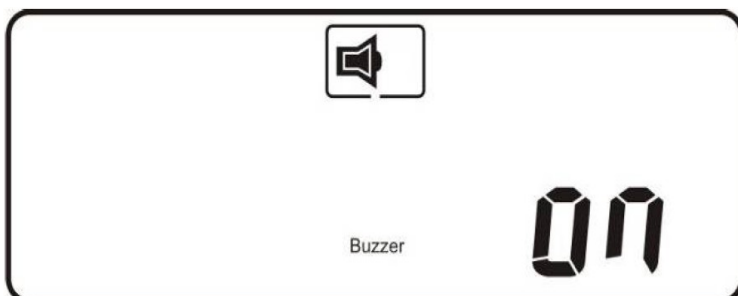
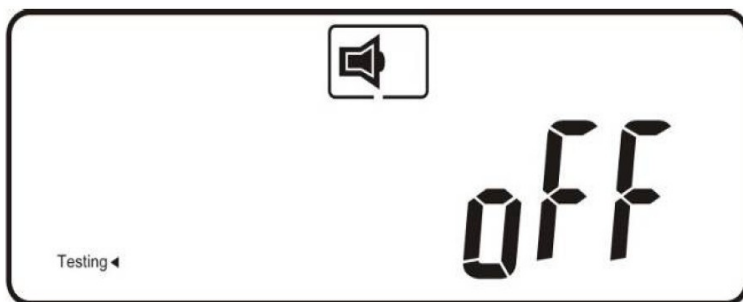

Рис. Q1
Рис. R1
После полного включения ИБП и нажатия кнопки  (Специальная функция) на экране отображается рис. Q1.
- Состояние звуковой сигнализации — рис. Q1
- Внутреннее тестирование — рис. R1
- Включение/выключение звуковой сигнализации (рис. Q1 – Q2). При этом отключается звуковая сигнализация батарейного режима; аварийная сигнализация остаётся активной.
- Включение/выключение внутреннего тестирования (рис. R1 – R2). ИБП проводит тестирование батарей в течение десяти секунд. Если внутреннее тестирование завершено успешно, на экране отображается рис. E1; в противном случае отображается рис. E2 и сообщение об ошибке.
- Войти в режим настройки параметров. Одновременно нажать и удерживать кнопки  (ON) и кнопку  (Вниз) в течении примерно трех секунд. После двойного звукового сигнала на экране отобразится рис. Q1 и ИБП будет работать в режиме установки параметров.
В этом режиме возможно изменение всех параметров, кроме включения/выключения сигнализации (рис. Q1-Q2) и внутреннего тестирования (рис. R1-R2).